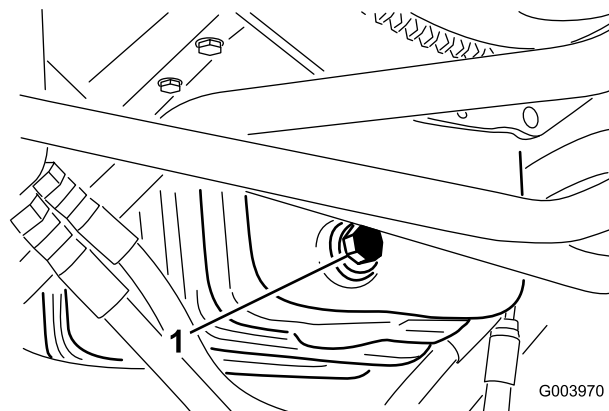

Figura 60
1. Retire el tapón de vaciado (Figura 60) y deje fluir el aceite a un recipiente apropiado.